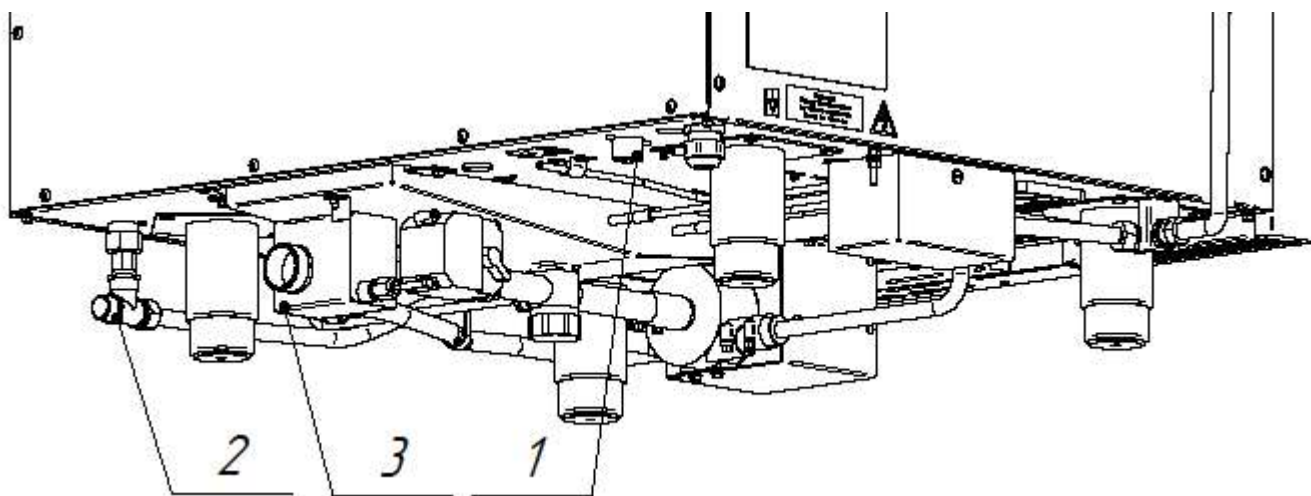

Рис. 4. Подключение к системе водоснабжения
- подача воды в духовку - G3/4 наружная резьба (см. рис. 4 поз. 1). Подключение выполнить только через водоумягчительную установку (водородно-ионного обмена). Рекомендуется использовать фильтр BRITA PURITY C300 Quell ST.
- подача воды к душевому устройству и коробке охлаждения слива (допускается подключать к неподготовленной воде) - G1/2" наружная резьба (см. рис. 4 поз. 2).
- используя шланг из комплекта поставки, подключить пароконвектомат к системе канализации (см. рис. 14). Шланг подключить через штуцер с резьбой G1¼" (рис.4 поз.3). Подключение к канализации выполнить с разрывом струи не менее 20мм от верха приемной воронки (СНиП 2.04. 01-85 п. 17.11).